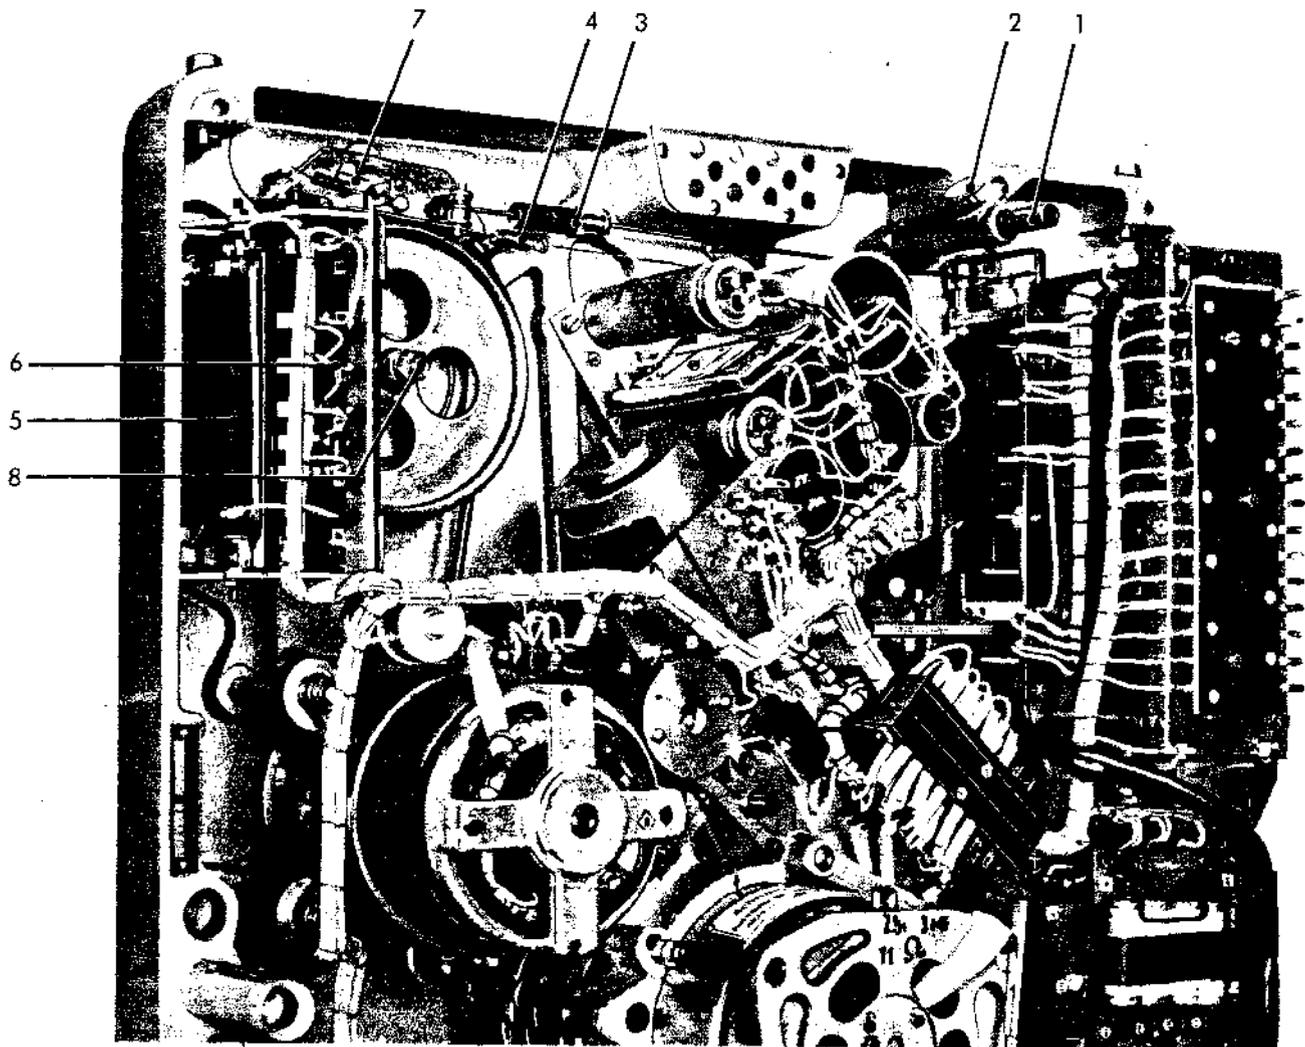

Bild 2 - Bandzugeinstellung -
Seil und Seilfeder (Bild 2, Pos. 4) am Bremsbandschuh aushängen! Schutzbügel zurückstellen! Kordelschraube (Bild 2, Pos. 7) lösen und Bremsbandhalter mit Bremsband abnehmen.
- 14 Bandzugeinstellung (siehe Bild 2)